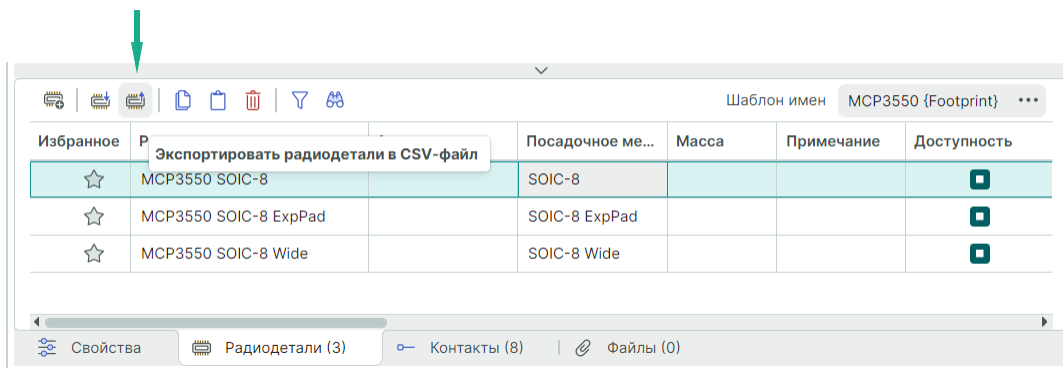

Рис. 320 Экспорт данных радиодеталей в csv – файл
1. Нажмите на символ  «Экспортировать радиодетали в CSV-файл» на вкладке «Радиодетали» редактора компонентов, см. Рис. 320.